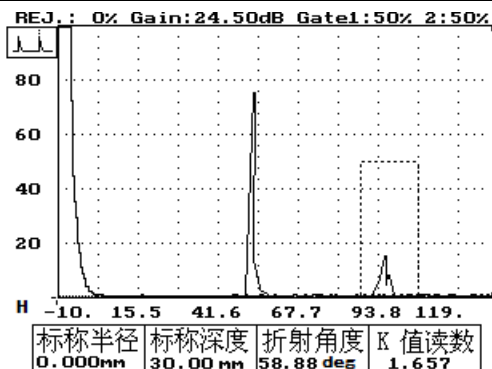

图 18-31
10. 按波形键及方向键——使屏幕上出现被测标准试块上横通孔的反射波。同时使反射波的波高达到一定幅度。如图 18-31 所示。